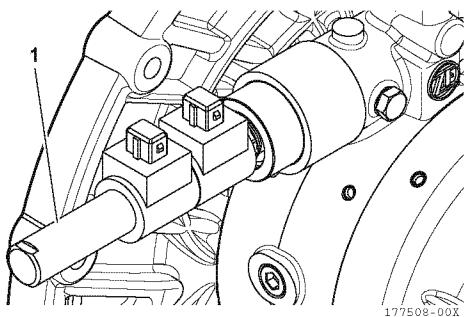

Abbildung 7
2. Die Abdeckung (1, Abbildung 7) abschrauben und abnehmen.